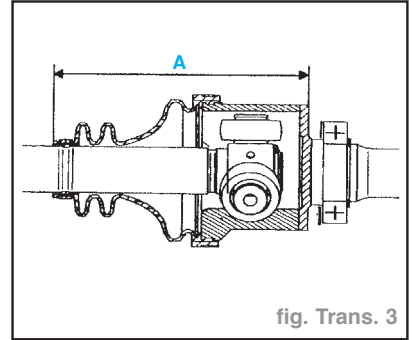

fig. Trans. 3
- Allonger ou raccourcir le joint jusqu'à l'obtention de la cote **A = 156 ± 1 mm** (cote prise entre l'extrémité du soufflet et la face usinée du plus grand diamètre de la tulipe) (fig. Trans. 3).